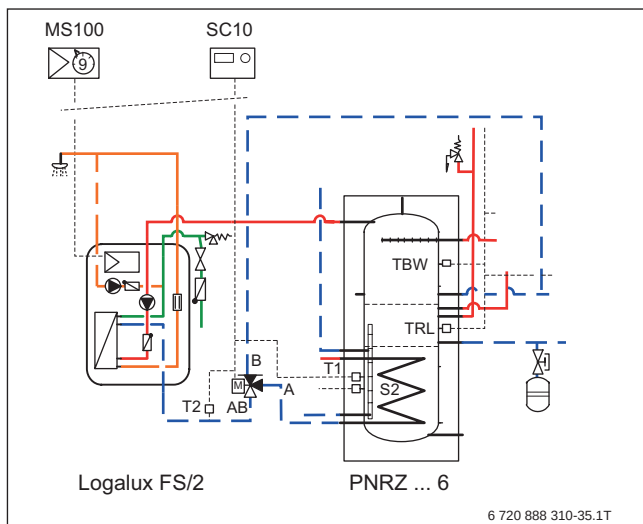

Bild 250 Rücklauf temperaturabhängige Einspeisung in PNRZ-Speicher
- Wenn optional eine Zirkulationspumpe installiert wird, sollte eine Temperaturdifferenzregelung (→ Bild 250) und ein Umschaltventil im Rücklauf der Frischwasserstation FS/2 eingebaut werden. Über diese Regelung und das Umschaltventil werden hohe Rücklauftemperaturen aus der Zirkulationsleitung oberhalb des Trennblechs des PNRZ-Speichers eingeleitet.